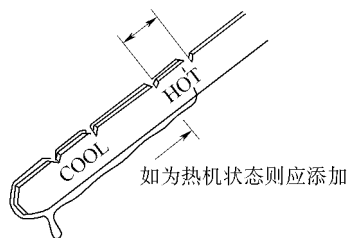

图 11-5 检查油液液位
3) 将变速器量油尺拔出，并擦拭干净，再将量油尺完全插回到管中，停留一会后再将量油尺拔出，检查其液位是否在 HOT 范围内，如图 11-5 所示。